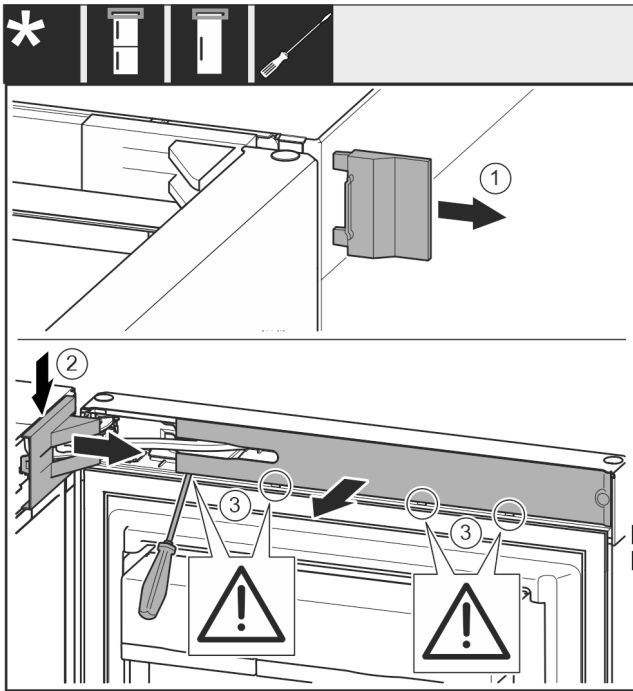

Fig. 8
- ▶ Vegye le a fedelet Fig. 8 (1).
- ▶ Pattintsa ki és oldja ki a csapágybak fedelét Fig. 8 (2).
- ▶ Vegye le a csapágybak fedelét Fig. 8 (2).
- ▶ Pattintsa ki a takarólemezt Fig. 8 (3) lapos csavarhúzóval, és fordítsa oldalra.